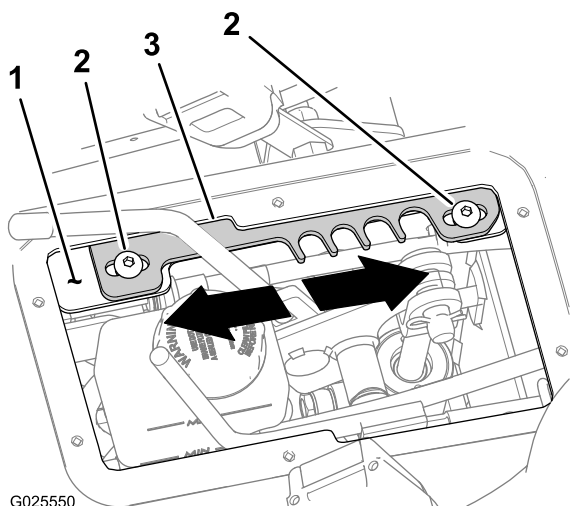

図 72
- 速度レンジレバーを T 移動走行レンジにセットする 図 72。
5. ディテントプレートをレバーサポートブラケットに固定している六角ソケットねじ5/16 x 3/4インチ2本をゆるめる 図 72。
- 最高速度を大きくするには、ディテントプレートを **前方** に移動させる 図 72。
- 最高速度を小さくするには、ディテントプレートを **後方** に移動させる 図 72。